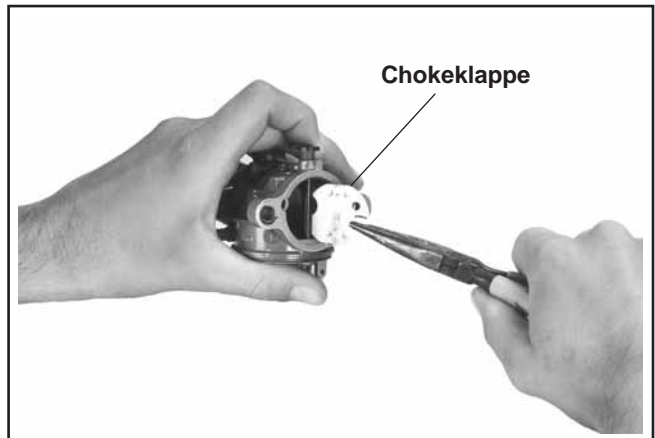

Abbildung 5-11. Ausbau der Chokeplatte.
2. Fassen Sie die Chokeklappe mit einer Zange an. Ziehen Sie sie aus der Vertiefung in der Chokewelle heraus. Siehe Abbildung 5-11.